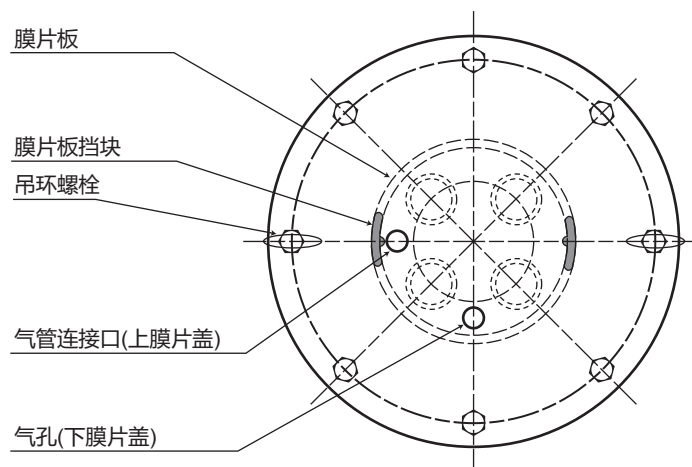

图 4-10 正作用型 PSA1D 型执行机构
- (1) 使用 4 个螺栓将膜片盖（下）固定到支架上。同时，如图 4-10 所示设定气孔。对于 PSA1D 执行机构，将弹簧座固定到膜片盖及支架上。
- (2) 固定弹簧座位置，然后将弹簧安装到弹簧座上（参见图 4-10）。
- (3) 将执行机构连杆（连接着膜片）插入衬套。请防止衬套内侧或防尘圈被连杆的螺纹部分损坏。如果可能的话，请用胶带覆盖螺纹部分。
- (4) 转动执行机构的连杆，将膜片板挡块放在如图 4-10 所示的位置。
- (5) 放置上膜片盖，然后用一对吊环螺栓对其进行固定。
注：将气管接口设定到如图 4-10 所示的位置。交替均匀地拧紧一对吊环螺栓。拧紧这对螺栓可完成弹簧的初始定位。